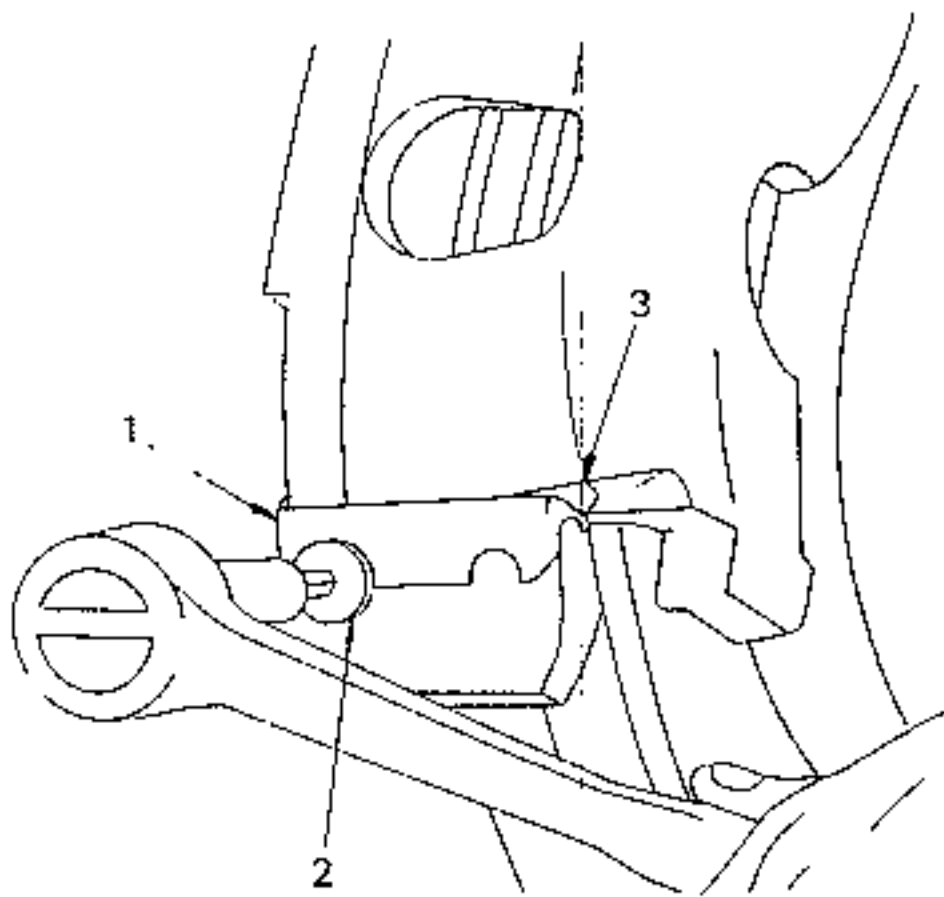

Bild 104 Ausbau der Bremsklötze.
- Mit einem Inbusschlüssel der passenden Grösse die Befestigungsschraube (2) in Bild 104 herausdrehen und mit einem Dorn und Hammer den Führungskeil (1) ausschlagen. Eventuell etwas Bremsflüssigkeit absaugen.
- Stützfeder («3» in Bild 104) entfernen.